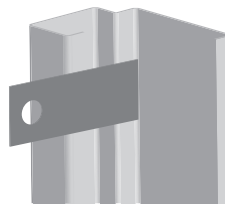

Рис. 1
3.5. В зависимости от конструктивных особенностей двери используют два способа крепления короба в проеме: через монтажные пластины (рис. 1) или непосредственно через отверстие в коробе (рис 2), но принципиальных различий между ними нет).